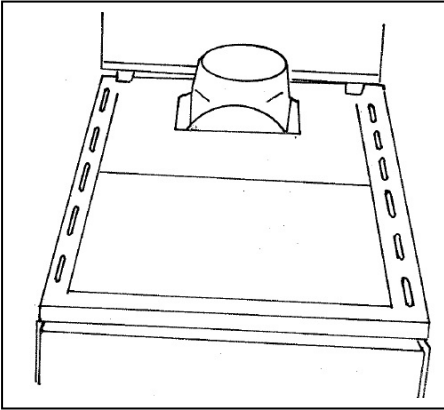

Bild 11
- Soll der Herd oben angeschlossen werden, ist ein als Sonderzubehör erhältlicher Guss - Übergangsstutzen wie folgt zu montieren: Herdplattenteile (9) abheben. Rauchlochdeckel (16) im hinteren Plattenteil gegen Guss - Übergangsstutzen austauschen und mit den beiden Schrauben aus dem Sonderzubehör befestigen. Die Abdeckhaube dient beim Anschluss oben nur als rückseitigen Spritzschutz (Bild 11).